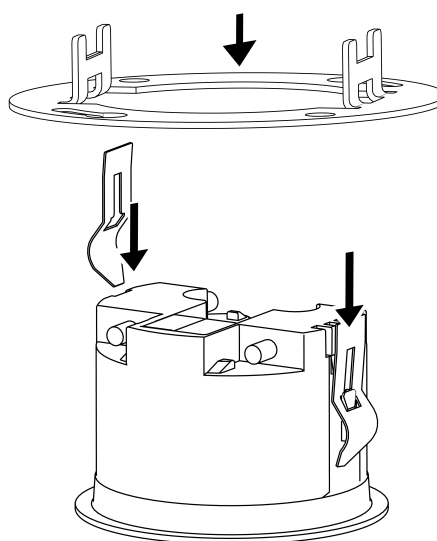

Figura 5
- Rimuovere le staffe a molla (3).
- Inserire le molle di bloccaggio (12) da dietro sulle guide (2) facendole scattare nella posizione corretta (figura 5).